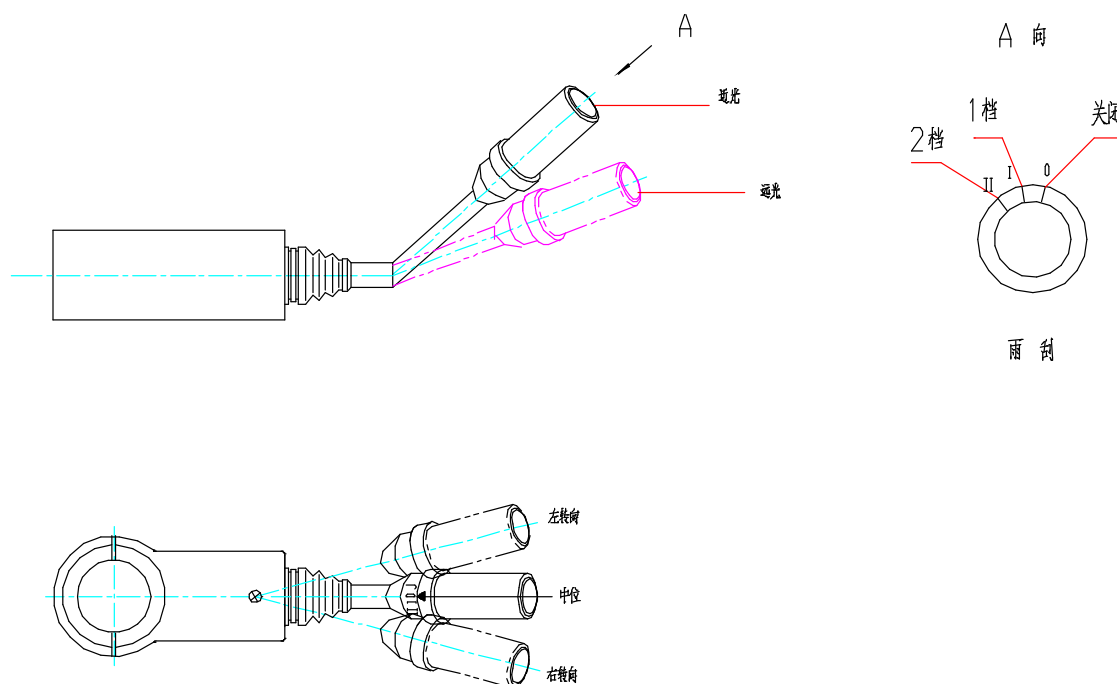

Figura 5 Interruptor Combinado
7. Interruptor combinado: Consulte a Figura 5).
De acordo com os sinais sobre o ícone do alavanca de operação, respectivamente, será capaz de manipular a alavanca de operação controla todos os ajustes necessários equipamentos de trabalho, o método de controlar completamente acionamento hidráulico. Se o balanço do braço cilindro pino é opcional, você pode manipular a sequência 2 na Figura 5 ou ordem de 12.